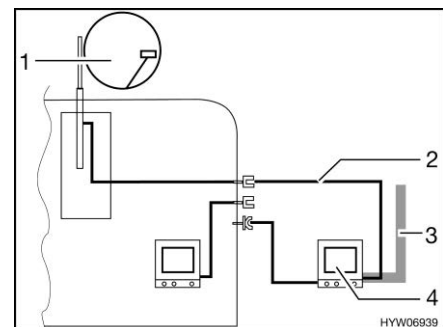

Fig. 210 TV dans l'auvent
- TV dans l'auvent (Fig. 210,4) : Raccord à l'antenne sur le toit (Fig. 210,1) avec câble d'alimentation (Fig. 210,2)
- TV dans l'auvent (Fig. 210,4) : Raccord à l'antenne extérieure (Fig. 210,3)